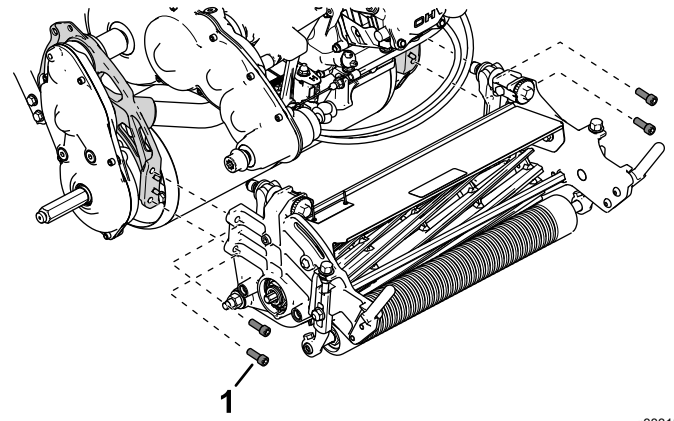

Figura 4
3. Utilice 4 tornillos allen para instalar la unidad de corte en la máquina (Figura 4).